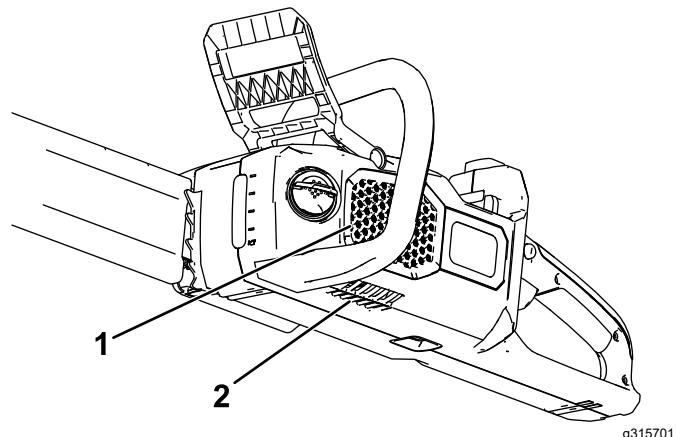

Figure 8
1. Assurez-vous que les évents sur la tronçonneuse sont exempts de poussière et de débris (Figure 8).